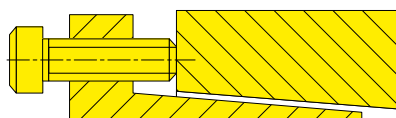

Fig. 3
**P60-K / P80-M / P80-S / P110-S / P110-T / P140-T**: Quitar los tornillos allen y introdúzcalas en las roscas de la anilla delantera, apretando contra la anilla trasera para soltar la mordaza. (vea Fig 3)